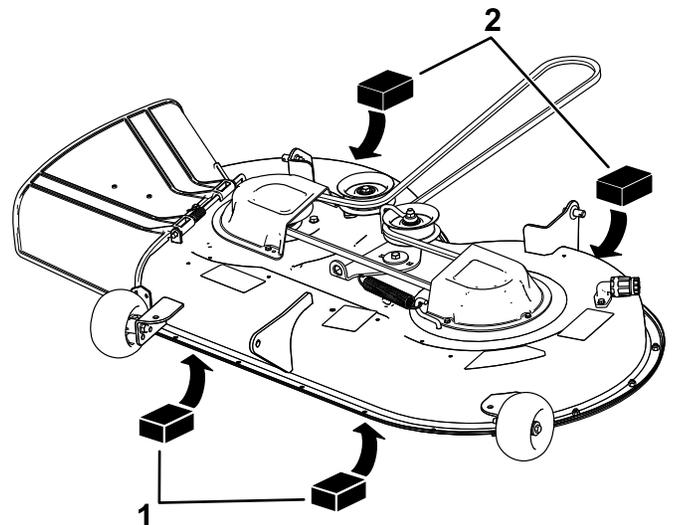

図 60
4. デッキの左右前部に角材厚さ 6.6 cm を入れる。芝削り防止ローラの下には入れないこと 図 60。
5. 刈り込みデッキのスカートの後ろの左右のエッジ部の下にブロック厚さ 7.3 cm をそれぞれ 1 個ずつセットする 図 60。